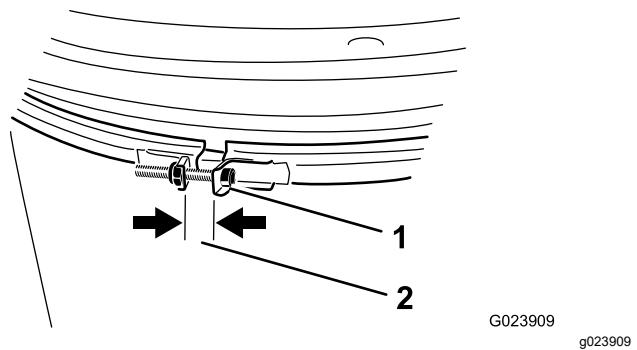

Figure 26
1. Contrôlez chaque jour le (Figure 26) serrage du collier de l'embout.